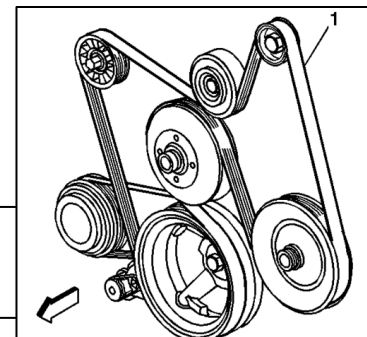

Fig 2: accessory belt routing
11. Rotate the accessory drive tensioner clockwise, reinstall the belt (Fig 2).
11. Faites tourner le tendeur d'entraînement des accessoires dans le sens des aiguilles d'une montre, réinstallez la courroie (Fig 2).
11. Gire el tensor de la transmisión accesorio en el sentido de las agujas del reloj y vuelva a instalar la correa (Fig. 2).